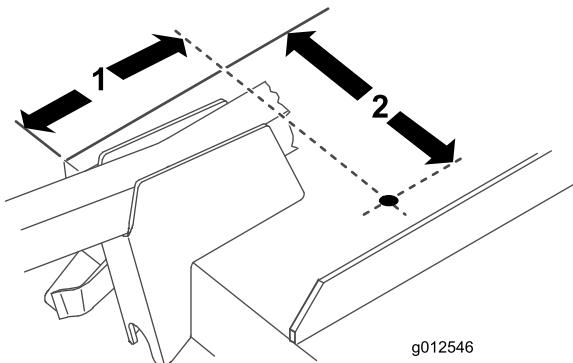

図 18
1. 図 18 に示す寸法に従って、デッキに直径 10.3mm の穴を1つ開ける。図中の寸法は、デッキの右前角および排出口のエッジから測定したものである。便宜上、プロア用ブラケットは描かれていない。